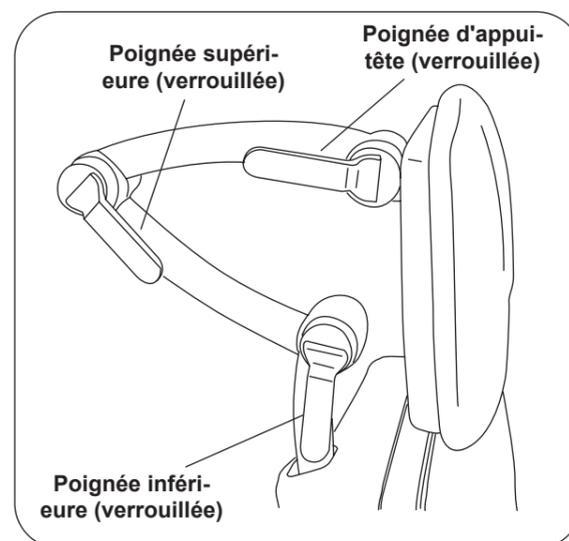

Figure 12. Poignées d'appui-tête
1. Pour déplacer l'appui-tête, tournez les trois poignées en position ouverte. Déplacez l'appui-tête à l'emplacement souhaité. Tournez les trois poignées en position verrouillée, comme illustré à la Figure 12.